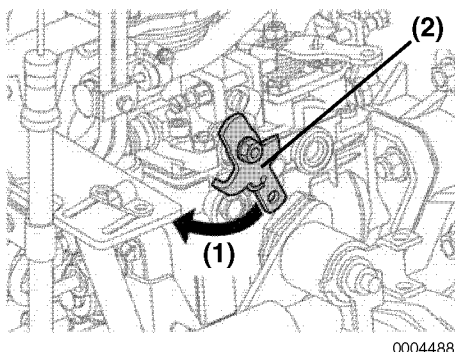

Abbildung 21
Betätigen Sie den Anlasser, während Sie gleichzeitig den Schritthebel (**Abbildung 21, (2)**) am Drehzahlregler verschieben und halten (**Abbildung 21, (1)**), um den Kraftstoffdurchlauf zu unterbinden.